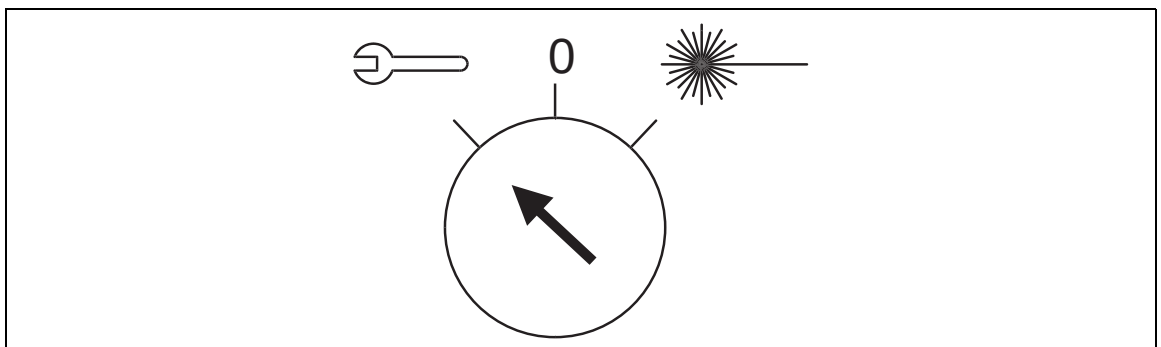

Abb. 7-23 Stellung Programmwahlschalter
- Der Programmwahlschalter befindet sich in Stellung „Einrichtmodus“ (Abb. 7-23).